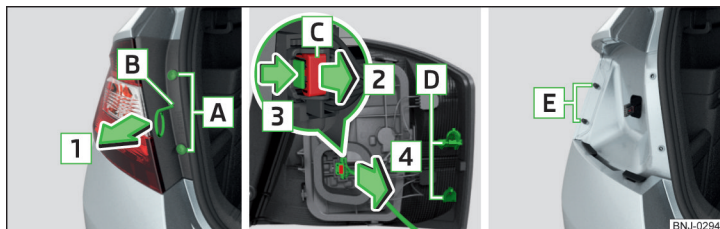

Fig. 291 Desmontar la lámpara / Quitar el conector
- Destornillar los tornillos **A** » fig. 291 con el destornillador del equipo de herramientas a bordo.
- Asegurar el bloqueo en el sentido contrario al de la flecha **2** » fig. 291.